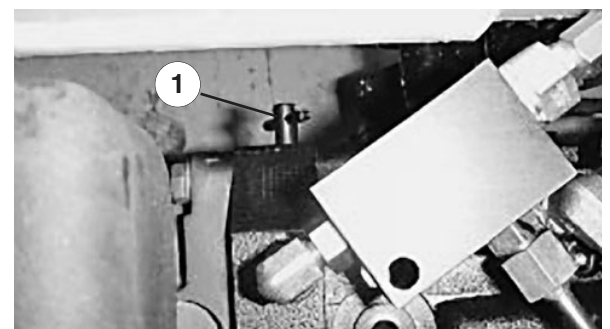

Figure 14
1. Passez sous le groupe de déplacement et tournez la vanne de dérivation (Fig. 14) de $\frac{1}{2}$ à 1 tour dans le sens anti-horaire. En s'ouvrant, la vanne ouvre un passage à l'intérieur de la transmission, et l'huile de transmission est ainsi mise en dérivation. Il est alors possible de déplacer la machine sans endommager la transmission.